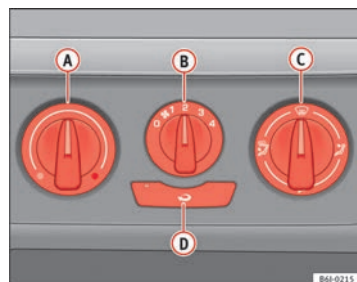

Fig. 99. Mandos de la calefacción en el tablero de instrumentos
- Con los reguladores **(A)** y **(C)** y con el mando **(B)** ⇒ fig. 99 se regula la temperatura, la distribución del aire y la velocidad de la turbina.